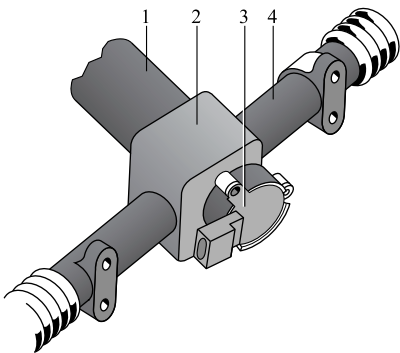

图 4-144 LWS 4 型 AMR 转向轮角度传感器
(3) LWS 4 型转向轮角度传感器 为降低成本，采用装在转向轴轴端的单个 AMR 角度传感器，即 LWS 4 型转向轮角度传感器（图 4-144），以确保 ESP 系统的安全性。但它有一缺点，只能测量 360° 的角度范围。